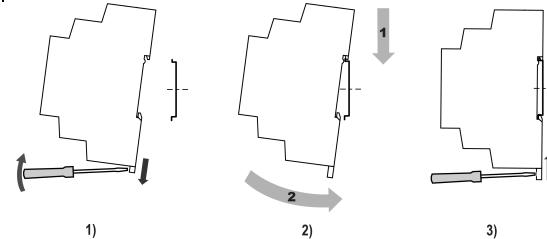

Рисунок 1 – Монтаж прибора
1. Подготовить на DIN-рейке место для установки прибора в соответствии с размерами прибора (см. *рисунок 1*, 1). Прибор установить на DIN-рейку.
2. Вставив отвертку в проушину, оттянуть защелку (см. *рисунок 1*, 1). Прибор установить на DIN-рейку.
3. Прибор прижать к DIN-рейке (см. *рисунок 1*, 2, стрелки 1 и 2). Отверткой вернуть защелку в исходное положение.